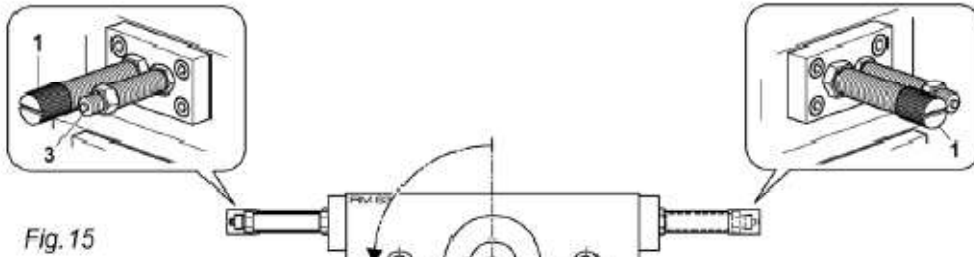

Fig. 15
Druckluft an (P1) geben. Die Ritzelwelle (2) dreht sich im Gegenuhrzeigersinn bis Begrenzung durch Anschlagsschraube (3) (Fig.15).